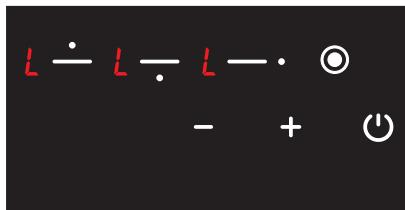

Рис. 17
1. Значок **L** відображається на всіх індикаторах у тому разі, якщо увімкнені плити в режимі захисту від дітей (Див. рис. 17). Значки **L** і **H** відображаються у разі, якщо будь-яка конфорка є гарячою. Можна увімкнути або вимкнути плиту тільки за допомогою кнопки **○**.